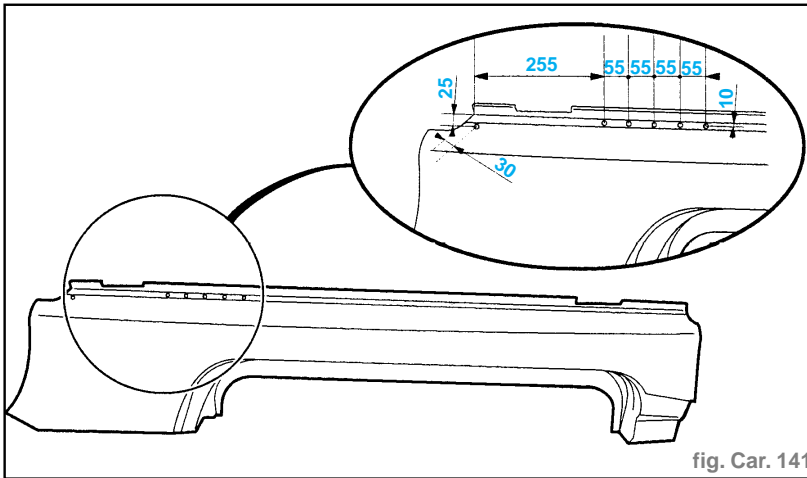

fig. Car. 141
- Percer suivant figure des trous $\varnothing 6,5 \text{ mm}$ pour soudage ultérieur par points bouchons (fig. Car. 141).
- Souder par points bouchons au MIG (suivant les perçages) (fig. Car. 141).